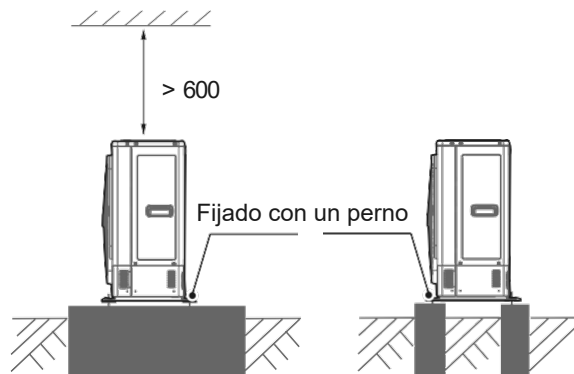

Fig.5-1
- Realice la cimentación de concreto de acuerdo con las especificaciones de las unidades exteriores. (consulte la Fig.5-1)
- Sujete firmemente los pies de esta unidad con pernos para evitar que se derrumbe en caso de terremoto o viento fuerte (consulte la Fig.5-1).